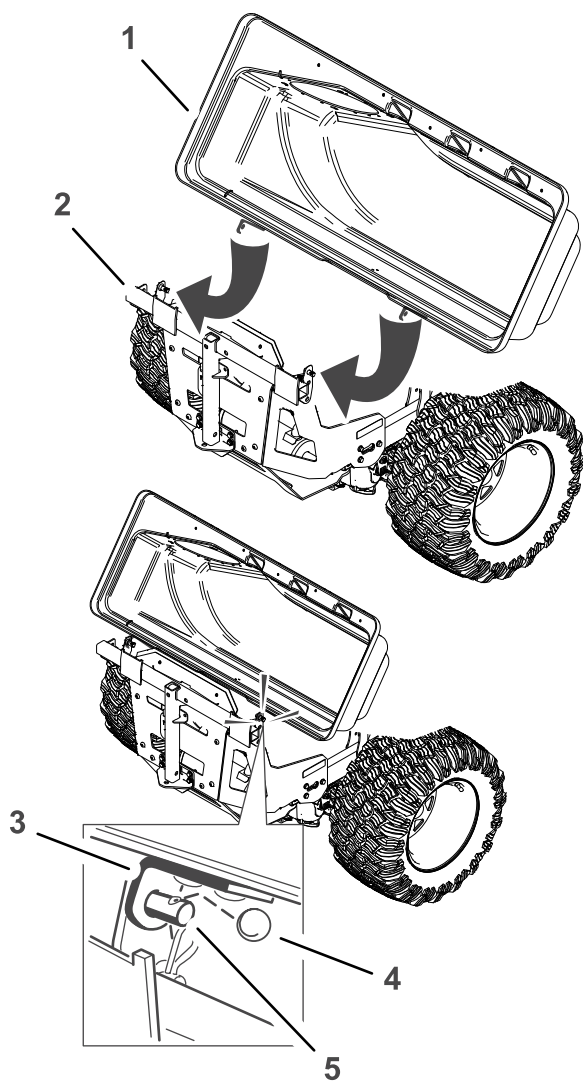

Figure 20
2. Glissez les supports sur les ergots du cadre du système de ramassage et placez la goupille fendue cylindrique dans le trou de l'ergot droit (Figure 20).